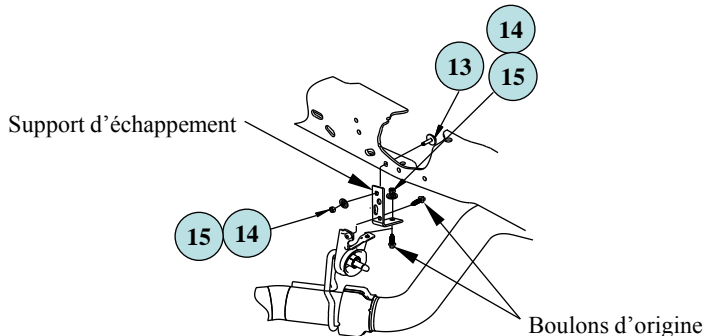

Figure 5a
16. Si le dégagement entre le tuyau d'échappement et les traverses structurales du Hide-A-Goose est inférieur à 1/2 po, il faut utiliser le support de tuyau d'échappement fourni avec le nécessaire de montage 4449. Voir les figures 5a et 5b pour les modèles 2008 et plus récents. Pour la fixation arrière (figure 5a), fixer la rallonge de support sur le support d'origine à l'aide des boulons M8 d'origine, puis fixer la rallonge au cadre à l'aide de la visserie fournie. Réinstaller le support d'échappement à l'avant de l'essieu sur la traverse de cadre à l'aide d'espacedeurs de 3/8 po intercalés entre le support et la traverse structurale.